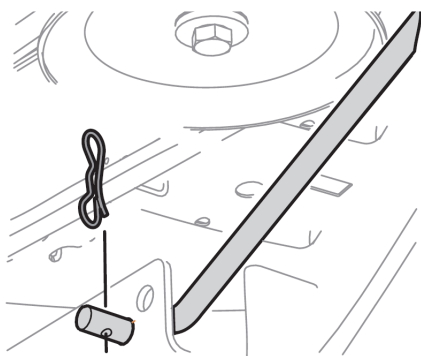

Figure 43
14. 蝶ネクタイピンをフロントデッキリフトロッドから引き出して、デッキに固定します。図43を参照してください。デッキリフトロッドをフロントハンガーブラケットから引き出します。